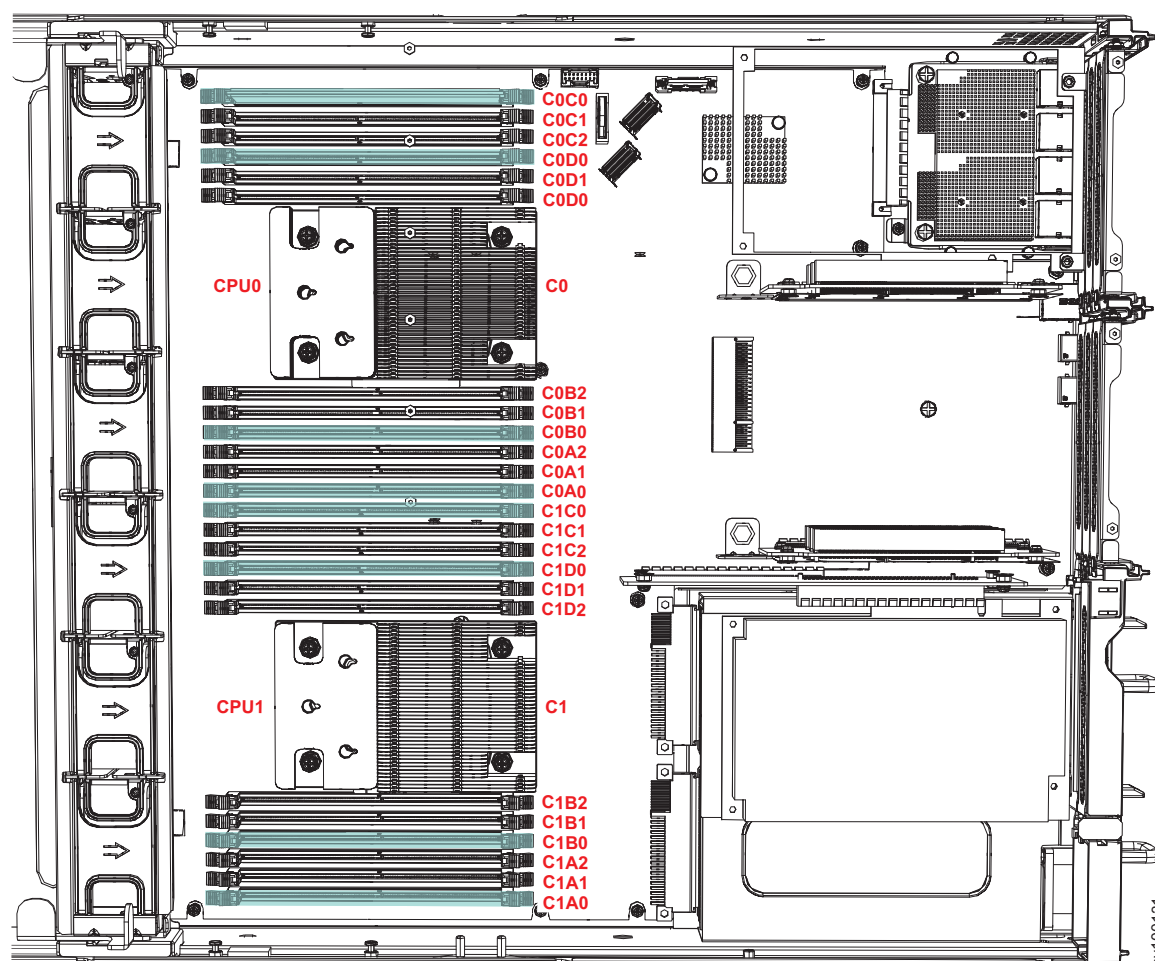

図 106. システム・ボード上の DIMM コネクタの位置
- 交換したいデュアル・インライン・メモリー・モジュール (DIMM) の位置を確認するには、図 106 を参照してください。